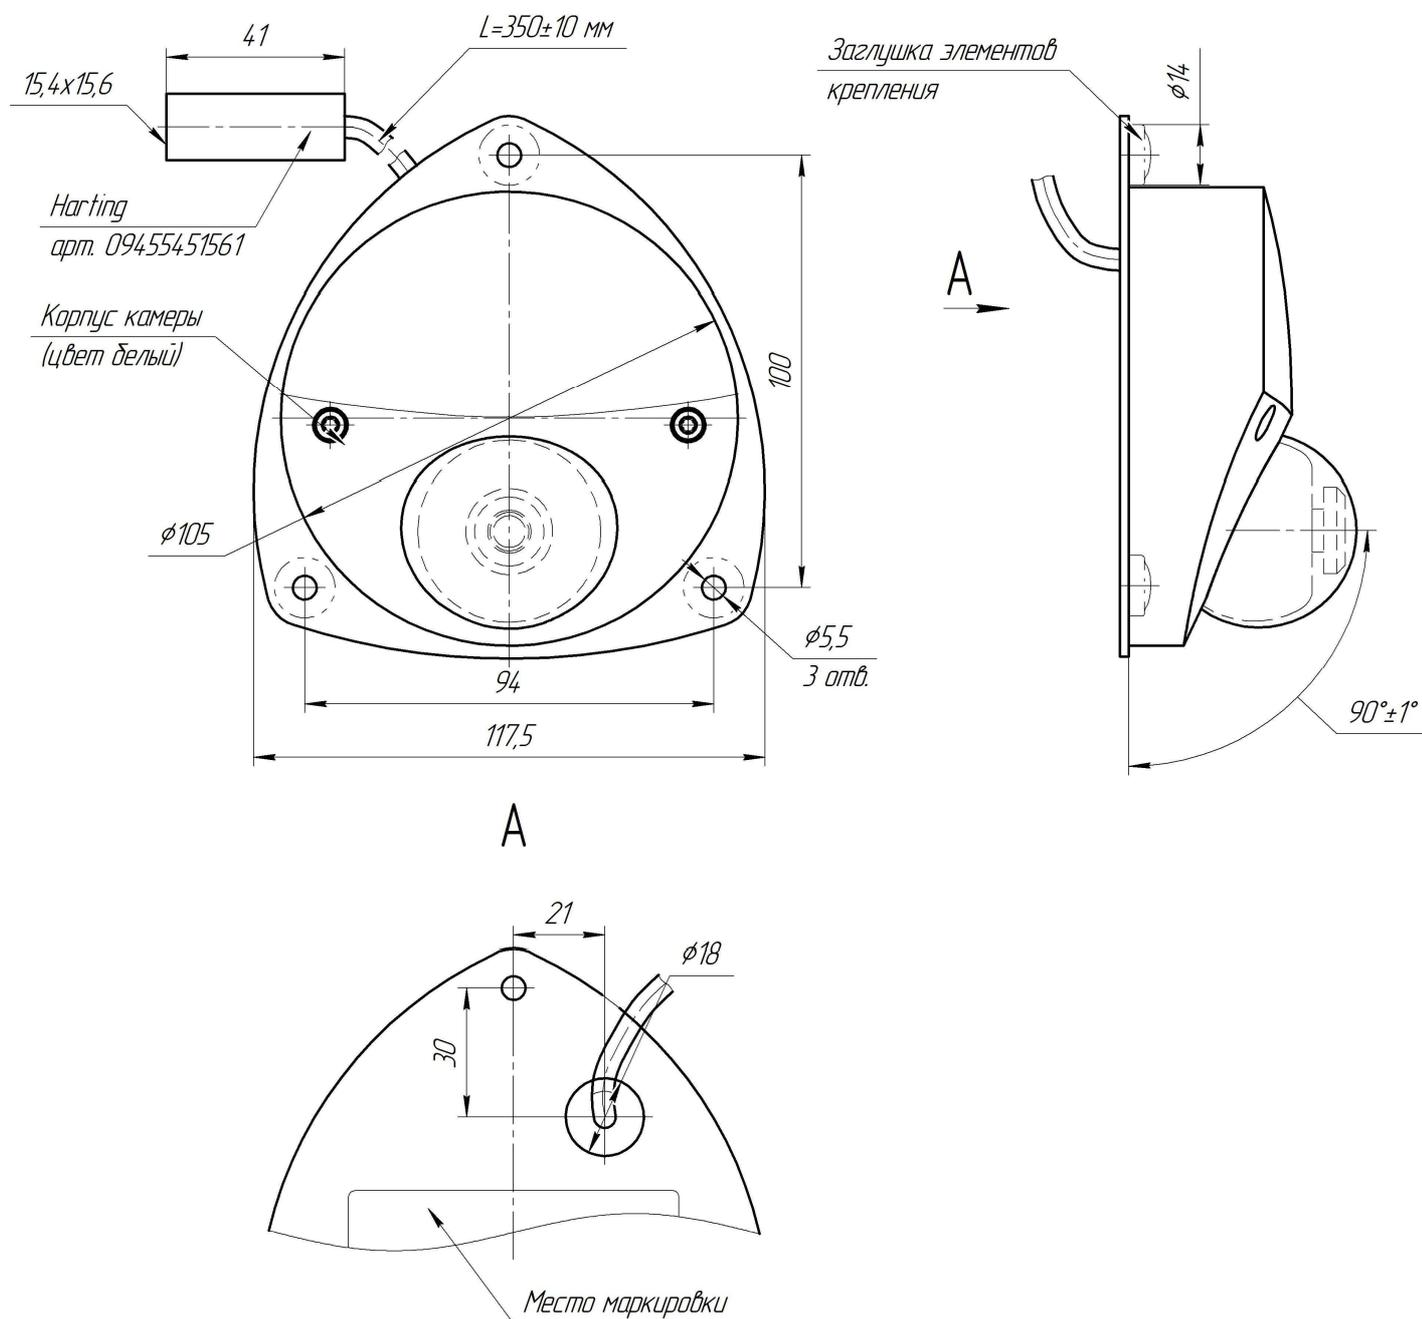

Рис.1 Габаритные и установочные размеры камеры видеонаблюдения
4.1 Камера видеонаблюдения размещена в купольном корпусе (см. рис.1).